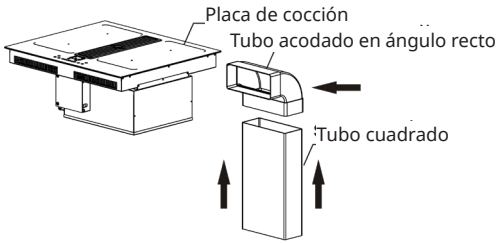

Imagen 5
6. Coloque el codo en ángulo recto sobre la salida de aire y, a continuación, inserte el tubo cuadrado en el codo en ángulo recto. (véase la imagen 5).